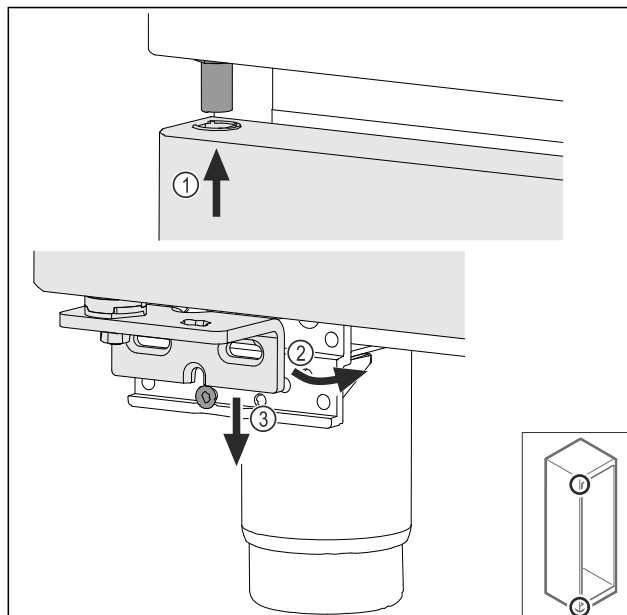

Fig. 47
- ▶ Lehce naklopená dvířka zasuňte nahoře Fig. 47 (1), dvířka narovnejte Fig. 47 (2) a nasadte je dole na šroub stojanu ložiska Fig. 47 (3).